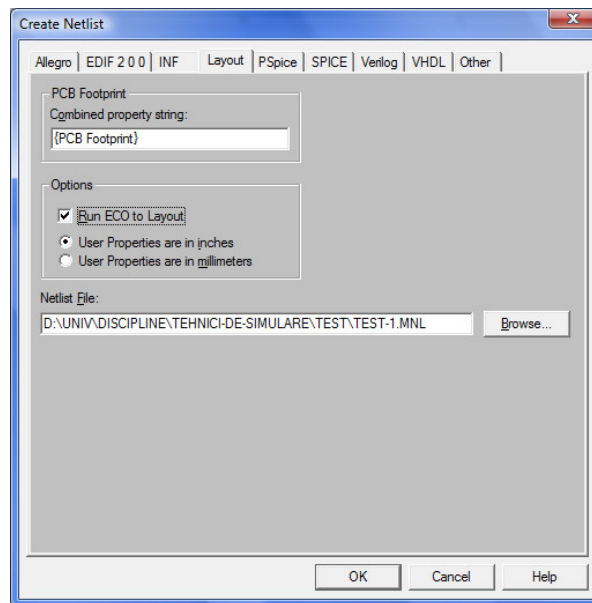

Fig. 19.
- Apare fereastra din fig. 19: